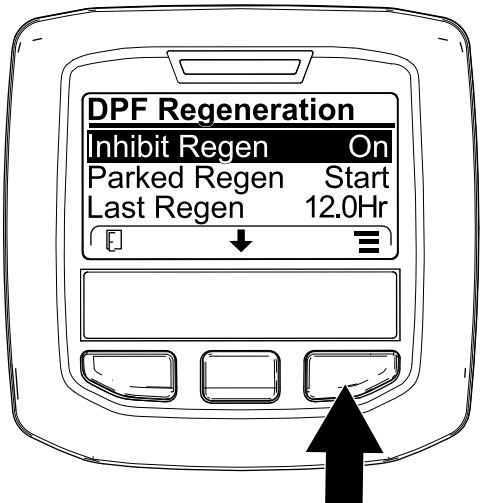
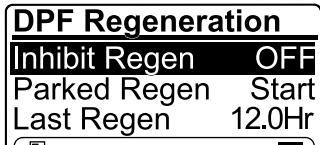

Figura 43
Figura 44
1. Aceda ao menu Regeneração do DPF, prima o botão central para ir até à opção INIBIR REGENERAÇÃO e prima o botão direito para selecionar a entrada Inibir regeneração (Figura 43).
2. Prima o botão direito para alterar a definição da Inibição da regeneração de Ligado para Desligado (Figura 43) ou de Desligado para Ligado (Figura 44).